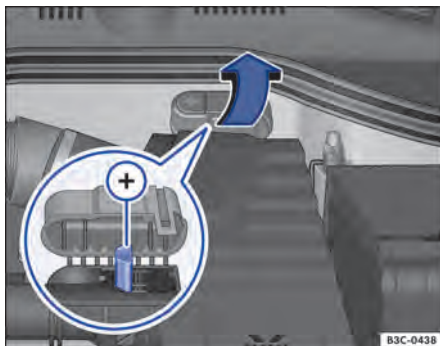

Fig. 280 No compartimento do motor: Ponto para ajuda na partida (+).
- Se necessário, abrir a cobertura da bateria no compartimento do motor ⇒ Página 350 ou dobrar a capa do ponto auxiliar de partida ¹⁾ para o lado no sentido da seta ⇒ Fig. 280.
- Conectar uma extremidade do cabo auxiliar de partida *vermelho* ao polo positivo ⇒ Fig. 281 ⊕ ou ⇒ Fig. 280 ⊕ do veículo com a bateria do veículo descarregada ① ⇒ ⚠.
- Conectar a outra extremidade do cabo auxiliar de partida *vermelho* ao polo positivo ⊕ da bateria fornecedora de corrente ②.